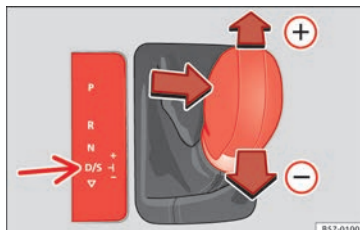

Fig. 192 Consola central: cambiar con tiptronic.
- Tire de la palanca selectora hacia adelante **(+)** para insertar una marcha superior **»» fig. 192.**